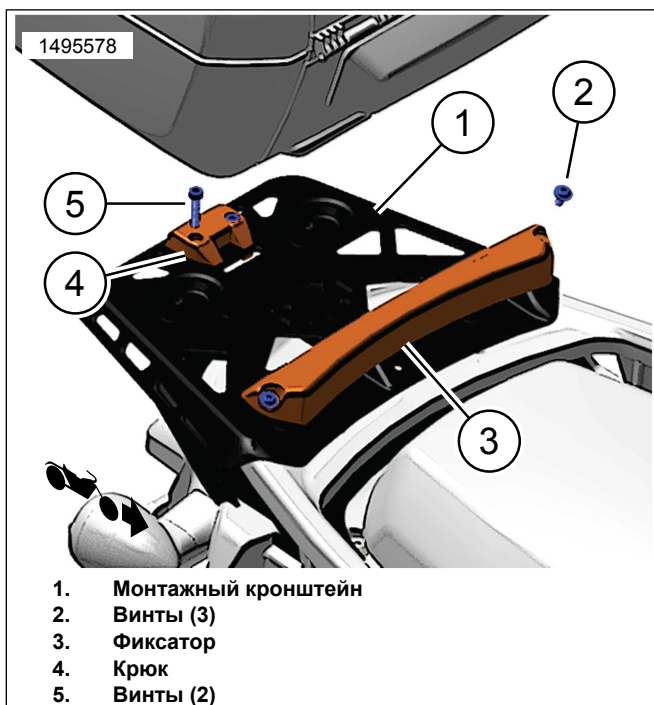
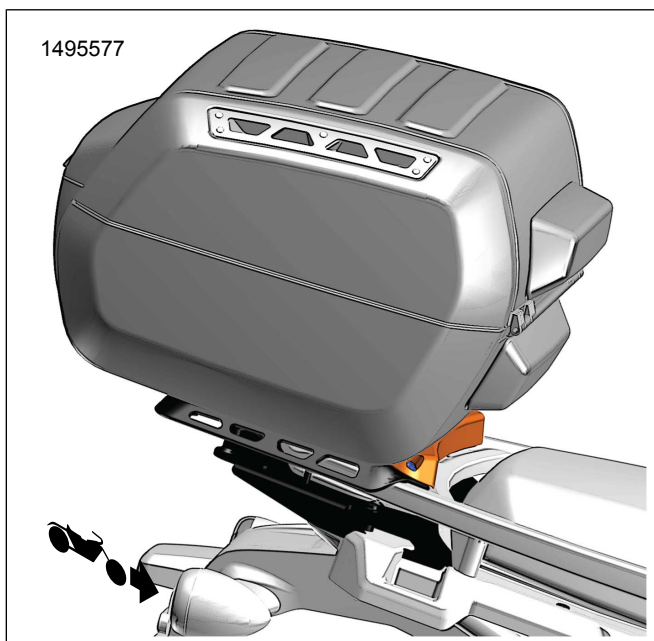

Рисунок 13. Комплект крепления (53000812)
Рисунок 14. Установка верхнего отделения
1. Рисунок 13 Установите комплект для монтажа на монтажный кронштейн.
- a. Прикрепите защелку (3) тремя винтами (2) на переднюю часть монтажного кронштейна (1). Затяните.
3. См. Рисунок 13 и Рисунок 14 . Продвиньте верхнее отделение к передней защелке (3) и покачивайте его, наклоняя вниз, пока оно не защелкнется задним крюком (4).